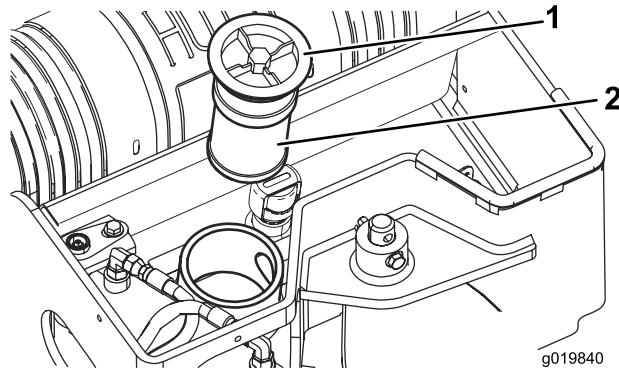

Figura 60
5. Retire y deseche el filtro usado (Figura 60).
6. Instale el filtro hidráulico nuevo y el tapón de llenado (Figura 60) y apriete el perno del tapón a 21–25 N·m (200–240"-libra).
- Retire el tapón de llenado del depósito hidráulico y el filtro (Figura 60).
- Instale el filtro hidráulico y el tapón de llenado (Figura 60) y apriete el perno del tapón a 21–25 N·m (200–240"-libra).